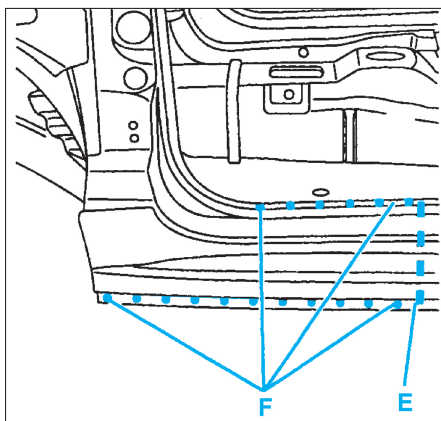

FIG. 55
- par cordons successifs en E au MIG et meuler (Fig.55).